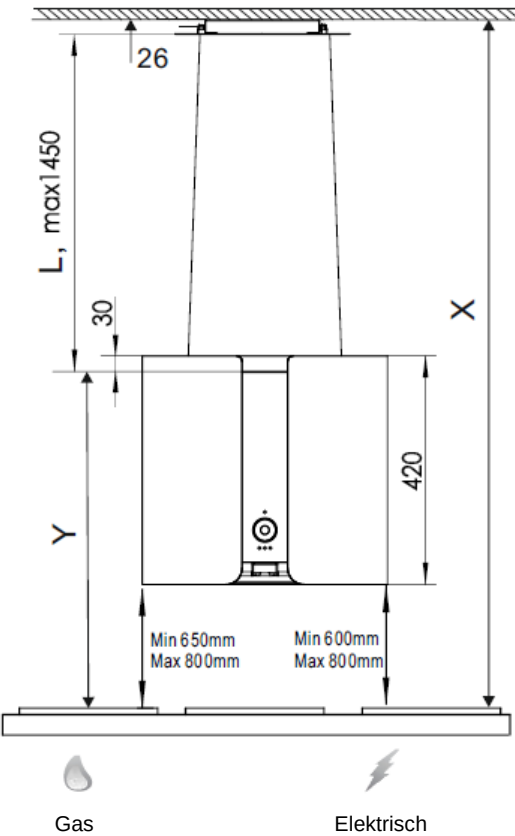

Abb. 5
5. Messen Sie die Länge der Drahtseile (L) ab und beziehen Sie sich auf die in Abb. 5 auf Seite 7 angegebenen Abmessungen. $L=X-Y-26$ (Einheit: mm). Markieren Sie eine Linie an den Seilen.